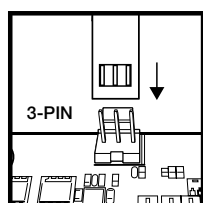

Рис. 1
- > Подключите кабель тахометра к разъему CPU_FAN на материнской плате (Рис. 1).